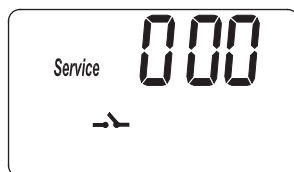
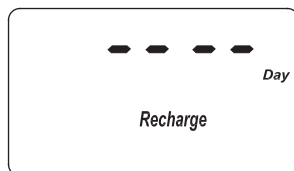

FIG. 30
FIG. 31
1. Appuyez sur le bouton PROGRAM (programmer) et maintenez-le enfoncé jusqu'à ce que l'écran de la figure 30 s'affiche. Une fois l'écran affiché, appuyez quatre fois sur le bouton PROGRAM (programmer) et l'écran de la figure 31 s'affichera.
1. Appuyez sur le bouton PROGRAM (programmer) et maintenez-le enfoncé jusqu'à ce que l'écran de la figure 30 s'affiche. Une fois l'écran affiché, appuyez cinq fois sur le bouton PROGRAM (programmer) et l'un des deux écrans de la figure 32 s'affichera.